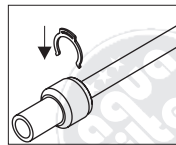

Fig. 5
- 2) Insert safety clip (Fig. 5).